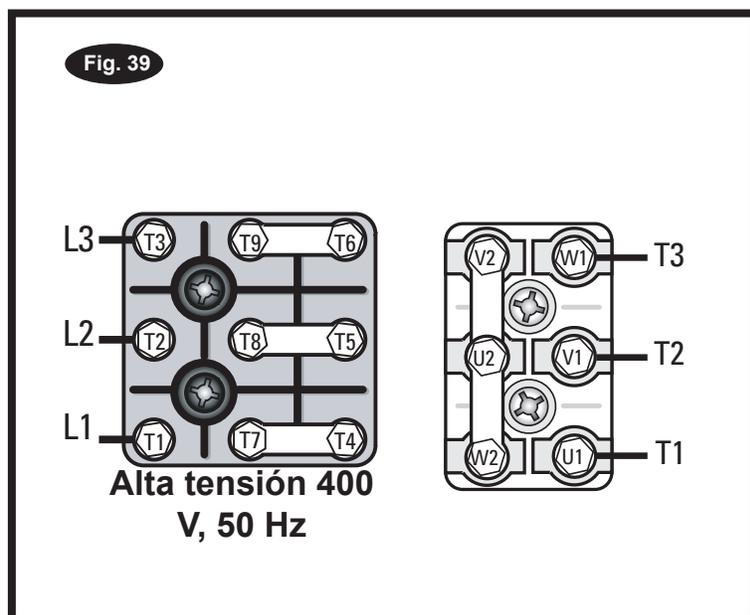

Fig. 40
- Fije la placa base del control usando 5 tornillos de cabezal hexagonal M8*10 y arandelas de 4mm de grosor Fig. 40,41 y 42 .